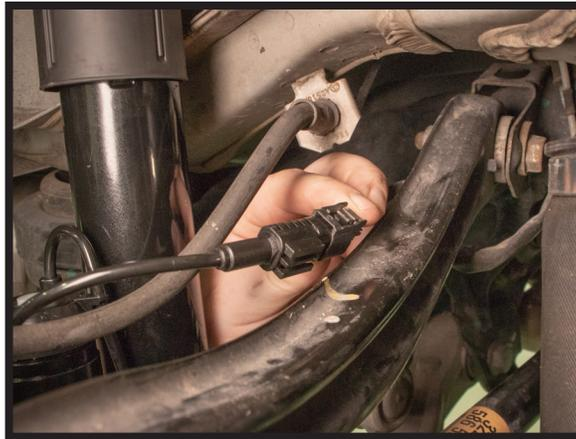

FIGURE 11
3. RECONNECT AND REATTACH THE ADS ELECTRICAL CONNECTION BACK TO THE ORIGINAL MOUNTING LOCATION ON THE CONTROL ARM. (FIGURE 11)